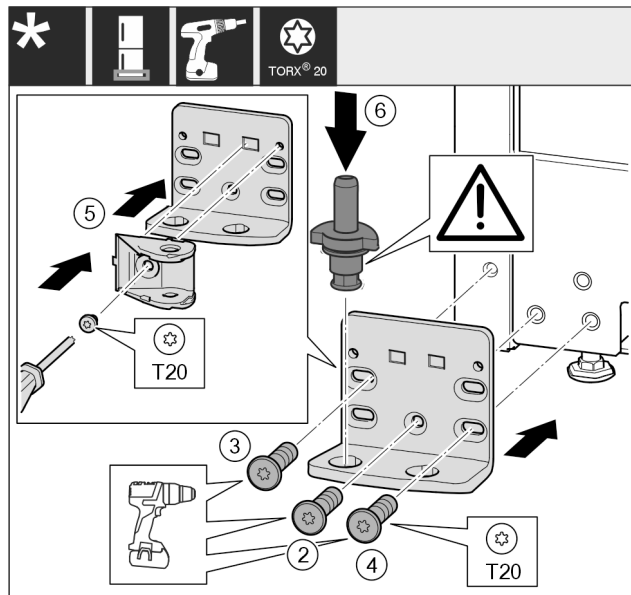

Fig. 49 \*
- ▶ Nasadte stojan ložiska na druhé straně a přišroubujte pomocí šroubováku. Začněte šroubem Fig. 49 (2) dole uprostřed.\*
- ▶ Utáhněte šroub Fig. 49 (3) a šroub Fig. 49 (4).\*
- ▶ Spojení tlumiče zavírání Fig. 49 (5) otočte o 180°. Šroubovákem přišroubujte na druhé straně stojanu ložiska.\*
- ▶ Zcela vložte ložiskový čep Fig. 49 (6). Přitom dávejte pozor, aby zajišťovací vačka směřovala dozadu.\*